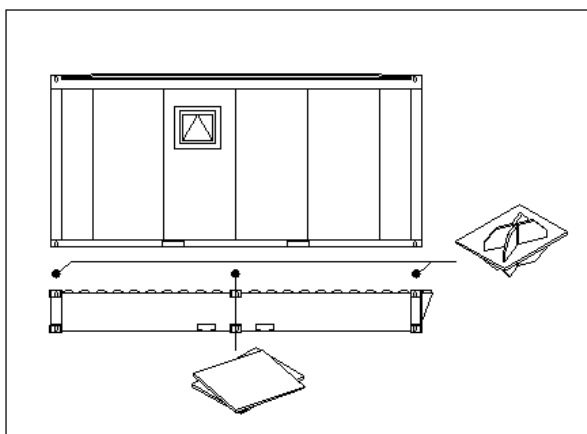

Abbildung 7: Stacking Cones (bei 10' und 20') und Unterlegsplatten (nur bei 20')
- Der Sanitärcontainer ist gegen seitliches Verschieben (Gleiten) zu sichern. Zwischen dem Fäkalientank (10' und 20') und dem Sanitärcontainer sind an den äußeren Containerecken Stacking Cones und mittig zwischen Dachlängs- und Bodenlängsträger Unterlegsplatten zu verwenden, siehe Abbildung 7.